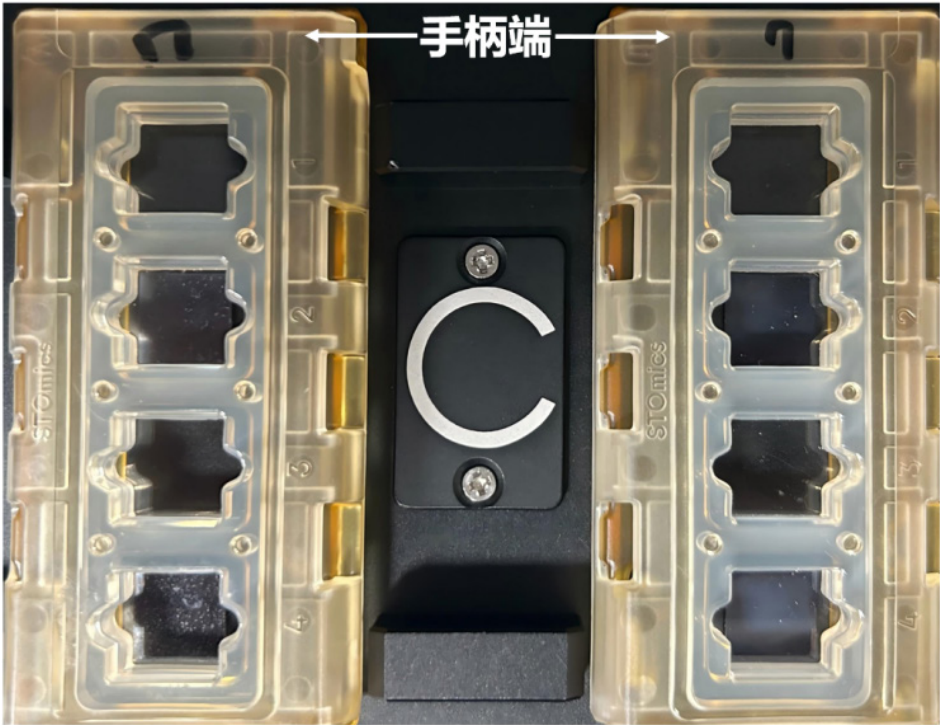

图 3-27 上料区 C 上的芯片载具放置示意图
- b. 将载具按照图 3-27 所示的正确方向放置在上料区，手柄端在顶部，可在载具上简单标注芯片信息及上样位置；